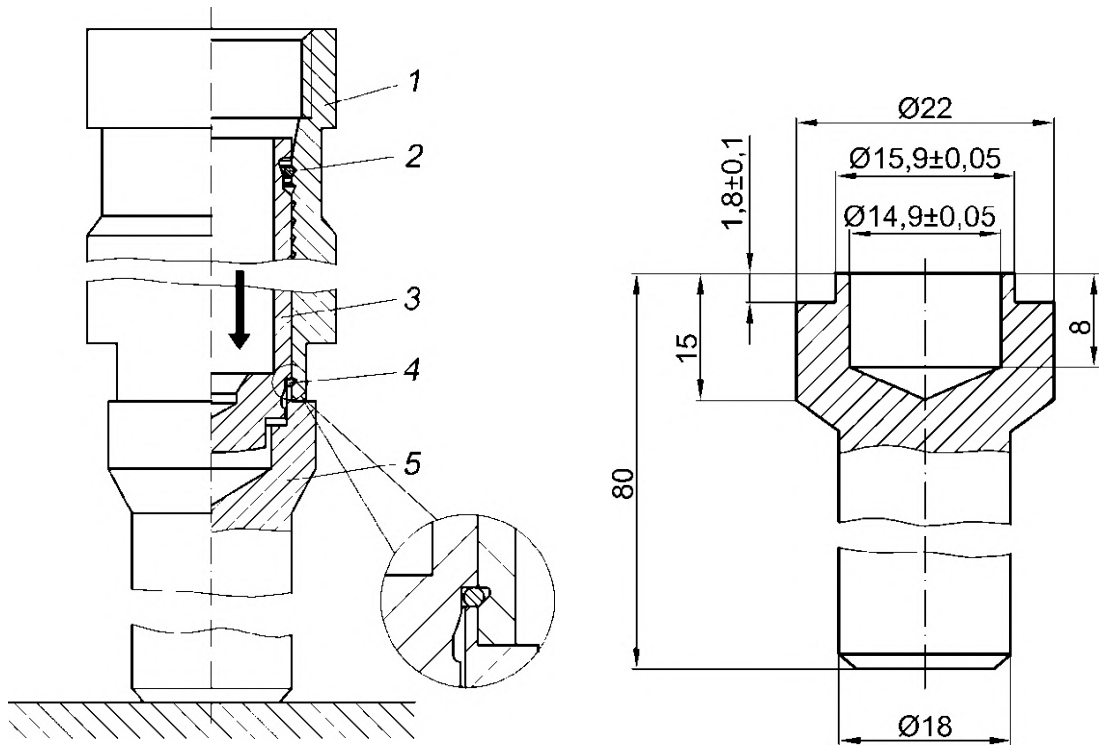

Abb. 107. Montage des Hydraulikspanners ohne Adapter mit Hilfe der Halterung:
- Das Gehäuse des Hydraulikspanners 1 auf die vertikal befestigte Spannvorrichtung 5 (Abb. 107) setzen;